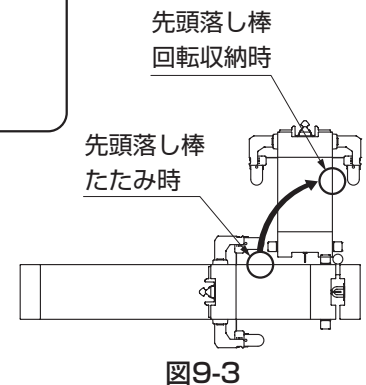

図9-3
- たたみ時でも、先頭落とし棒位置に落とし棒受けの下孔を施工してください。(図9-3参照)
- 回転収納状態でも、先頭落とし棒が落せる位置に落とし棒受けの下孔を施工してください。(図9-3参照)